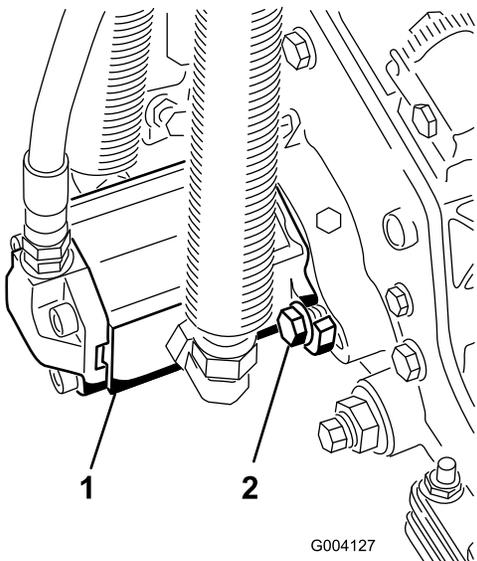

Рисунок 30
- Установите электродвигатель, повернув его по часовой стрелке так, чтобы фланцы двигателя не закрывали болты (Рисунок 30).